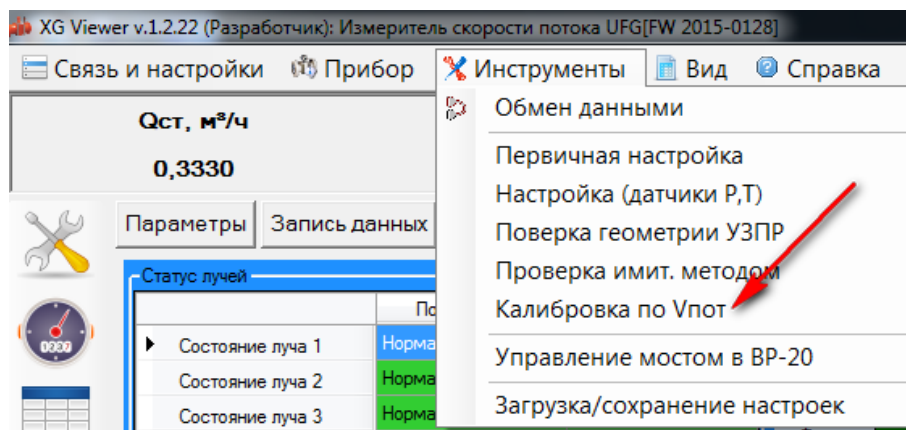

Рисунок 3.2 – Пункт меню "Калибровка по скорости потока"
1. С помощью ПО "АРМ "UFG View" подключиться к первичному измерительному преобразователю UFG (к измерителю скорости потока). В меню "Инструменты" выбрать "Калибровка по скорости" (Рисунок 3.2).